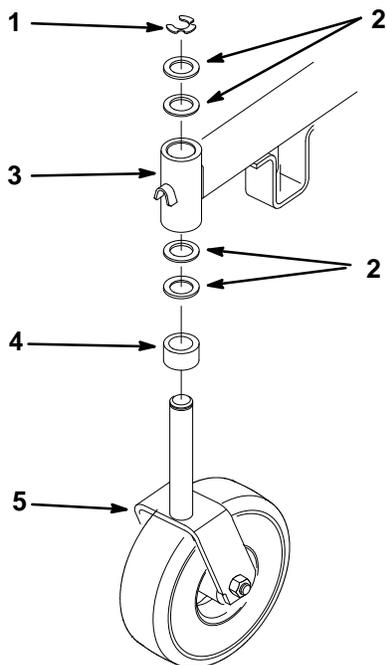

Abbildung 34
2. Haltering und Druckscheiben oben von der Laufradgabel entfernen (Abb. 34).
6. Die Laufradgabel auf Verschleiß kontrollieren und bei Bedarf austauschen (Abb. 34).
7. Die Laufradgabel durch die Muffen in das Montagerohr schieben. Die Druckscheibe(n) wieder auf die Gabel setzen und mit der Lünse sichern (Abb. 34).